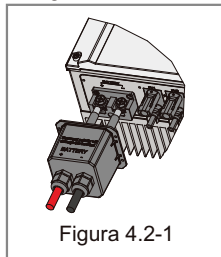

Figura 4.2-1
- **Conexões da bateria:** confirme as conexões entre o ES e a bateria e verifique se as polaridades (+/-) não estão invertidas. Consulte a figura 4.2-1.